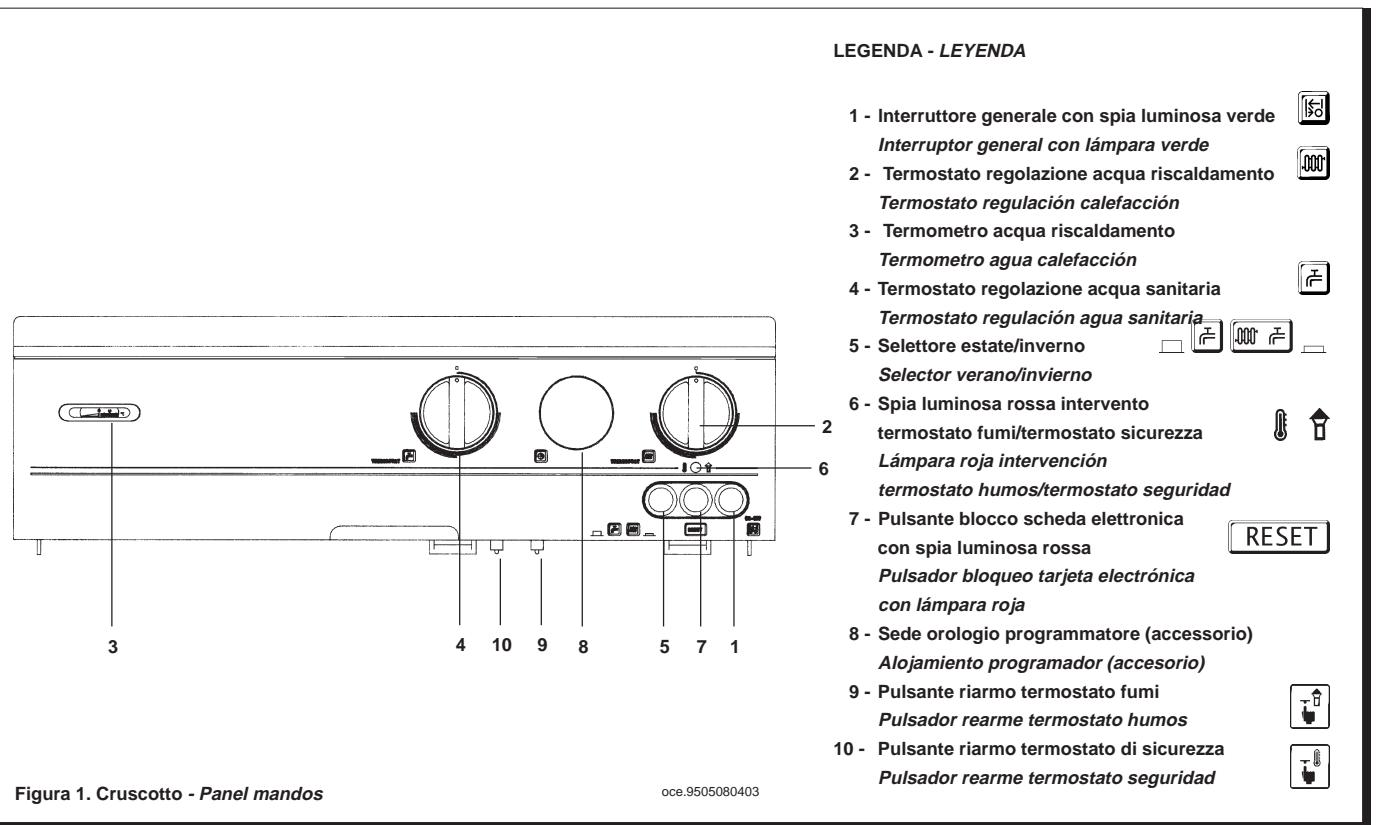

Figura 1. Cruscotto - Panel mandos
- Predisporre l'indice dei termostati (Rif. 2, 4 Figura 1) al valore minimo.
- Premere l'interruttore generale (Rif. 1 Figura 1) in posizione "acceso", controllare che la spia verde sia accesa e che la spia blocco della scheda elettronica sia spenta (Rif. 7 Figura 1). Se questa è accesa, premere il pulsante di blocco (Rif. 7 Figura 1) in modo da provocarne lo spegnimento.
- Premere il selettori estate/inverno (Rif. 5 Figura 1) predisponendo la caldaia in posizione "Estate" o "Inverno" a seconda del funzionamento desiderato.
- Situar el índice de los termostatos en el valor mínimo (ref. 2 y 4, figura 1).
- Accionar el interruptor general a la posición "encendido" (ref. 1 figura 1) y controlar que se enciende la lámpara verde.
- La lámpara roja de bloqueo de la tarjeta electrónica (ref. 7 figura 1) debe permanecer apagada. Si se enciende, pulsar el botón de bloqueo (ref. 7 figura 1) para apagarla.
- Accionar el selector verano/invierno (ref. 5 figura 1) a la posición "Verano" o "Invierno" según la función deseada.
- Porre l'indice del termostato di regolazione acqua riscaldamento (Rif. 2 Figura 1) in modo tale che la caldaia funzioni al regime termico desiderato.
- Porre l'indice del termostato regolazione acqua sanitaria (Rif. 4 Figura 1) al valore desiderato per l'acqua calda sanitaria.
- Porre il selettori estate/inverno in posizione "Inverno" (Rif. 5 Figura 1).
- Porre il selettori estate/inverno in posizione "Estate" (Rif. 5 Figura 1).
Si consiglia in questo caso di ripetere l'accensione, fino all'arrivo del gas al bruciatore, agendo sul pulsante di blocco (Rif. 7 Figura 1).
- Situar el índice del termostato regulación calefacción (ref. 2 figura 1) de manera que la caldera funcione al régimen térmico deseado.
- Situar el termostato agua sanitaria (ref. 4 figura 1) en el valor deseado para el agua sanitaria.
- Situar el selector verano/invierno en posición "Invierno" (ref. 5 figura 1).
- Situar el selector verano/invierno en posición "Verano" (ref. 5 figura 1).
En éste caso será necesario reactivar el sistema de encendido accionando el pulsador de bloqueo (ref. 7 figura 1) hasta la llegada del gas.
- Situar el interruptor general en la posición "apagado" (ref. 1 figura 1) comprobando que se apaga la lámpara verde.